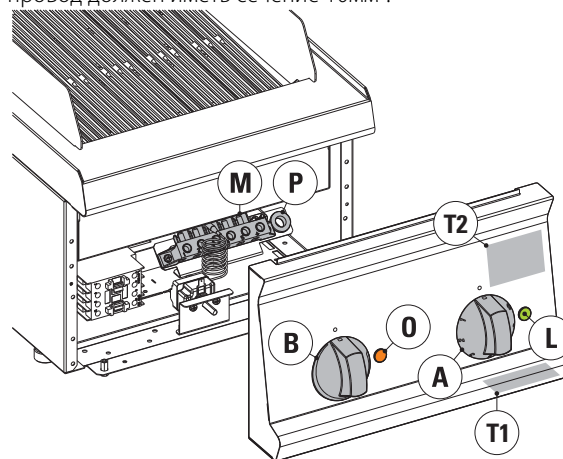

рис.2
Табличка с характеристиками/паспортная табличка | **T2** рис.2 | находится внутри с задней стороны панели команд. Она содержит следующие данные (пример):
Все модели поставляются без кабеля питания. Для доступа к клеммной коробке | **M** | рис.2 снять панель управления, отвинчивая винты, находящиеся в нижней части панели. Следуя инструкциям, приведенным на электрической схеме, подсоединить проводники кабеля питания к клеммной коробке. Соблюдать осторожность при проводке кабеля через кабельный зажим | **P** | рис.2 рядом с клеммной коробкой, кроме того, удерживать кабель в опоре на днище, блокируя его посредством специального кабельного зажима | **Q** | рис.1.
- Предохранительное устройство предотвращает использование прибора без воды, включенная оранжевая лампочка | **O** | рис.2 указывает на отсутствие воды в емкости, для восстановления уровня, повернуть ручку | **B** | рис.2
- Залить воду в емкость, поворачивая ручку | **B** | рис.2. В положении “конца хода” загрузочный клапан остается всегда открытым. В промежуточных положениях достигается переменный “поток” подачи воды.
- Повернуть ручку | **A** | рис.2, обеспечивая совпадения указателя панели управления с желаемым уровнем мощности.
- Включение зеленой индикаторной лампочки | **L** | рис.2 указывает на активацию регулировки мощности (наличие напряжения).
- Извлечь вверх водослив | **D** | рис.2 из гнезда и оставить вытечь воду.